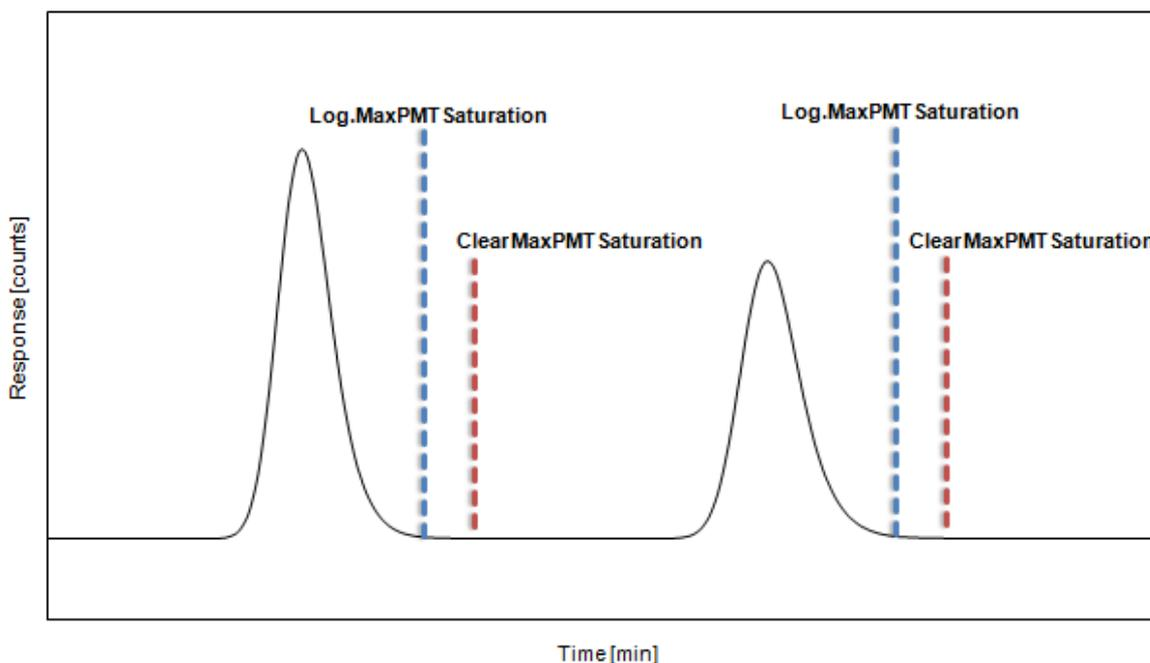

Abb. 36: Überwachen des Parameters MaxPMTSaturation
2. Fügen Sie nach dem Peakmaximum eines erwarteten Peak (oder einer Gruppe von Peaks) einen **Log**-Befehl für das Property **MaxPMTSaturation** ein, um den maximalen Sättigungswert zu diesem Zeitpunkt in den Audit Trail zu schreiben (→ Abb. 36).
3. Fügen Sie kurz darauf, in jedem Falle aber vor der Elution des nächsten Peaks, den Befehl **ClearMaxPMTSaturation** ein, um den Wert von **MaxPMTSaturation** wieder auf Null zurückzusetzen (→ Abb. 36).